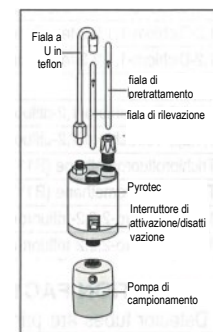

fig. 1
5. Inserire saldamente la fiala nel Gastec Pyrotec Pyrolyzer con la freccia **G** sulla fiala rivolta verso Gastec Pyrotec Pyrolyzer (fig.1).